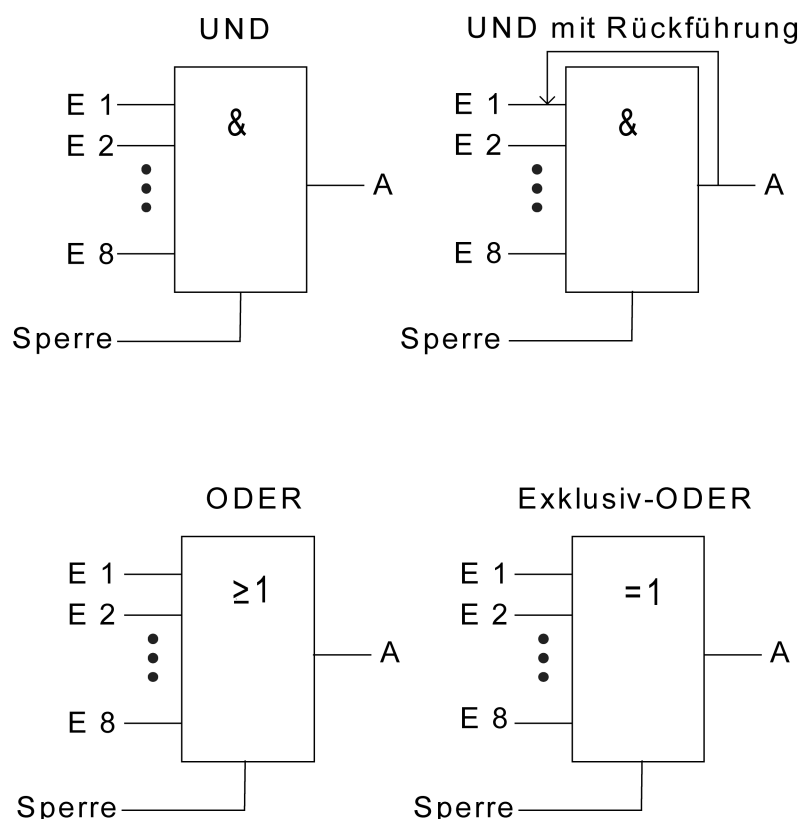

Bild 29: Verknüpfungsfunktionen
Ein Logikgatter besteht aus bis zu acht 1 Bit Eingangsobjekten (E1...E8), die durch Rechtsmausklick hinzugefügt werden können, einem 1 Bit Ausgangsobjekt (A) und einem optionalen Sperrobject. Für jedes Logikgatter kann durch den Parameter "Art der Verknüpfung" eine der logischen Funktionen UND, ODER, Exklusiv-ODER oder UND mit Rückführung ausgewählt werden, die anschließend auch in der Baumstruktur dargestellt wird (siehe Bild 29). Jeder Eingang und der Ausgang kann zusätzlich normal oder invertiert ausgewertet werden.